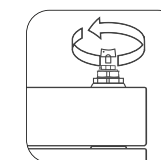

Рис.4.
- 9.4. Для удаления воздуха из радиатора в верхний коллектор обязательно установка крана Маевского\* или автоматического воздухоотводчика. Для удаления воздуха через кран Маевского необходимо периодически (несколько раз в год) ручную стравливать его с помощью специального ключа\* (рис. 4)